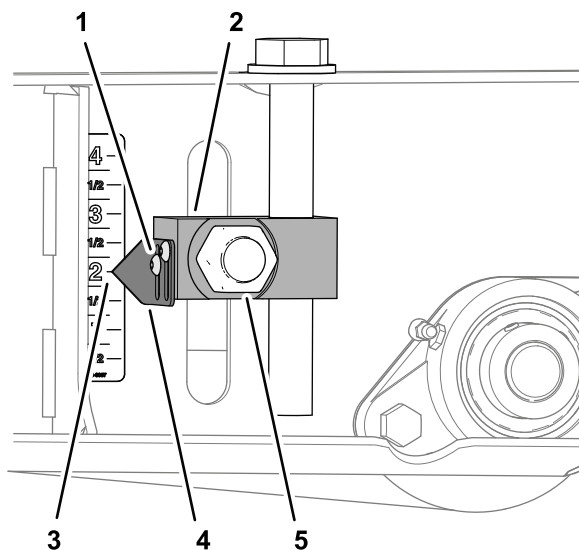

Figura 84
6. Allentate le viti a brugola che fissano i 2 puntatori al blocco regolatore dell'altezza di taglio, allineate i puntatori alla tacca di 5,7 cm sull'adesivo e serrate le viti (**Figura 84**).
7. Serrate i 4 dadi che fissano i 4 blocchi regolatori dell'altezza di taglio (**Figura 82** e **Figura 84**) per i rulli anteriori e posteriori a 322 - 396 N·m.